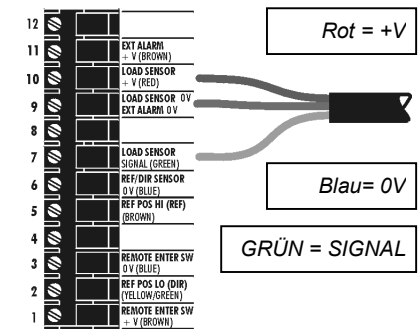

Bild 7
- Verbinden Sie die Leitungen übereinstimmend mit den Bezeichnungen auf der Verbindungsbox, wie in Bild 7 gezeigt :